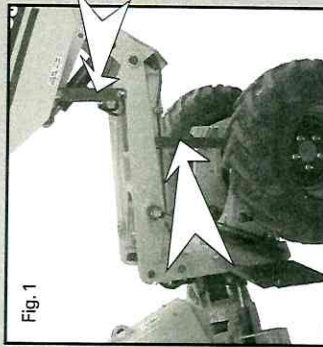

Fig. 1
- 3 Sujete con puntales la cuchara o levante el brazo si tiene que trabajar debajo de ella – modelo hi-tip (Fig. 1); modelo powerswivel (Fig. 2).